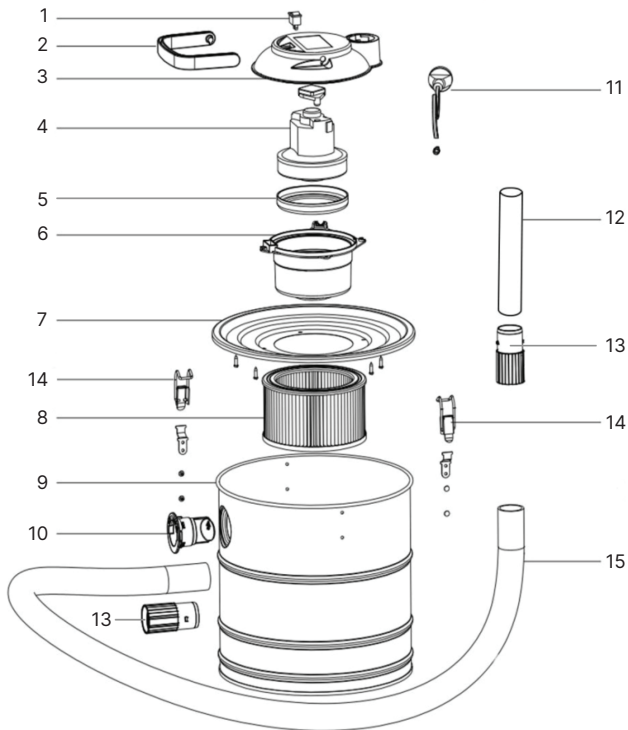

Рис. 1 Конструкция пылесоса ZOTA Jinn
1. Установите фильтр (**Рис. 1, поз. 8**) в верхнюю часть пылесоса;
2. Установите верхнюю часть пылесоса с фильтром на контейнер (**Рис. 1, поз. 9**), зафиксировав зажимами (**Рис. 1, поз. 14**);
3. Вставьте штуцер (**Рис. 1, поз. 13**) на конце металлического шланга (**Рис. 1, поз. 15**) в патрубок для всасывания (**Рис. 1, поз. 10**);
4. Установите алюминиевую трубку (**Рис. 1, поз. 12**) в штуцер (**Рис. 1, поз. 13**) на другом конце металлического шланга;
1. Фильтр (**Рис. 1, поз. 8**) установлен на место в нужном положении;
**Запрещается** использовать пылесос без установленного фильтра (**Рис. 1, поз. 8**).
1. Размотайте шнур электропитания (**Рис. 1, поз. 11**);
2. Включите вилку шнура электропитания в розетку и нажмите кнопку включения/выключения (**Рис. 1, поз. 1**);
3. Во время уборки пыли необходимо постоянно проверять нагрев всасывающего шланга и устройства. В случае начала нагревания необходимо немедленно выключить устройство с помощью кнопки включения/выключения (**Рис. 1, поз. 1**), затем выключить устройство из розетки, удалить собранный мусор и оставить пылесос для охлаждения на свежем воздухе под присмотром;
4. После окончания уборки отключите прибор с помощью кнопки включения/выключения (**Рис. 1, поз. 1**), а затем от сети электропитания.
1. Откройте контейнер для пыли (**Рис. 1, поз. 9**);
2. Извлеките фильтр (**Рис. 1, поз. 8**) и очистите его, стряхнув от пыльной пыли;
5. Закройте контейнер для пыли, зафиксировав зажимами (**Рис. 1, поз. 14**).
**Внимание!** Фильтр (Рис. 1, поз. 8) является расходным материалом, а следовательно, гарантия на него не распространяется.